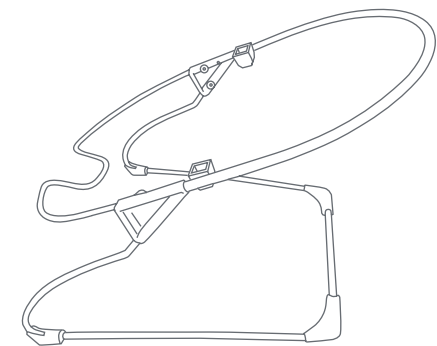

Fig. 5
- 5) • Bouncer frame assembly is complete (Fig. 5).
- El montaje del armazón del rebotador está completo (Fig. 5).